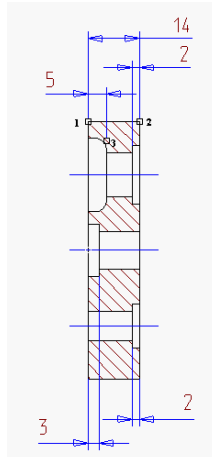

Рисунок 1.22 – Проставлення горизонтальних розмірів
2. Підведіть курсор до точки 1, з'явиться символ прив'язки. Натисніть ліву кнопку миші (рис. 1.22).
3. Підведіть курсор до точки 2, з'явиться символ прив'язки. Натисніть ліву кнопку миші (рис. 1.22).